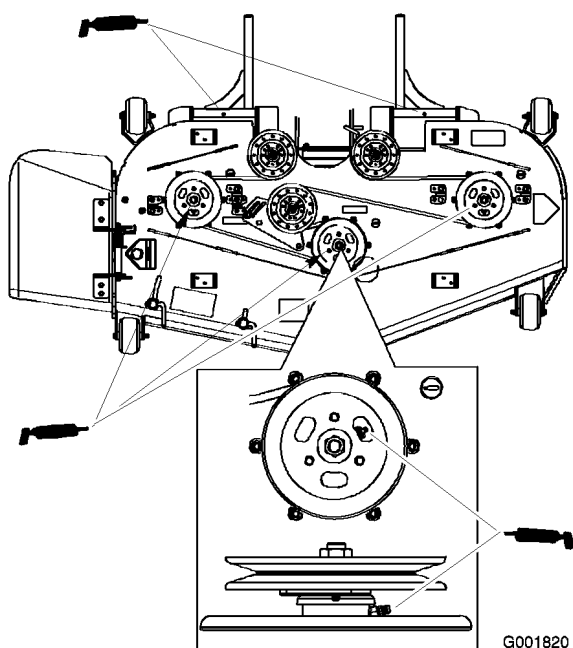

Figure 35
- Lubrifiez les roulements des trois axes sous les poulies jusqu'à ce que la graisse sorte par les joints inférieurs (Figure 35).
- Lubrifiez les graisseurs des bras de poussée (Figure 35).